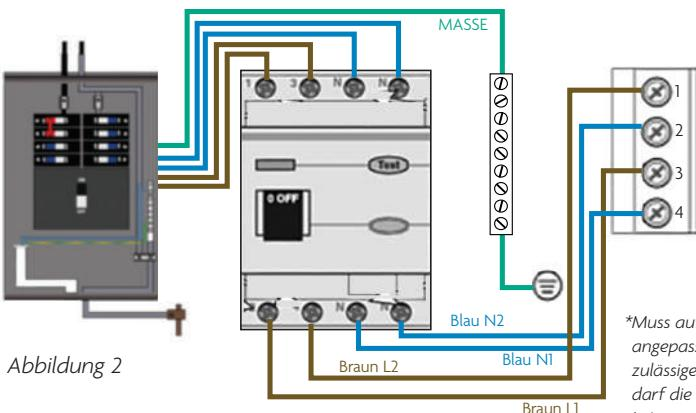

Abbildung 2
ZUSÄTZLICHER ANSCHLUSS – 3-PHASIG (Abbildung 2)
2. Installieren Sie nur Jumper-Drähte erneut, wie in den gestrichelten Linien in Abbildung 2 angezeigt.
OPTIONALE KONFIGURATION – 2-PHASIG (Abbildung 2)